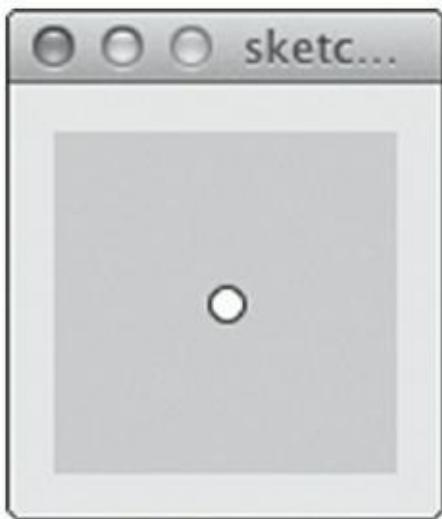

FIGURE 16-3 Un croquis Processing qui dessine une ellipse remarquable.
- 3. Cliquez sur le bouton Run.** La fenêtre de la nouvelle applette s'ouvre, affichant un cercle blanc au milieu de la zone grise, comme l'illustre la Figure 16-3.